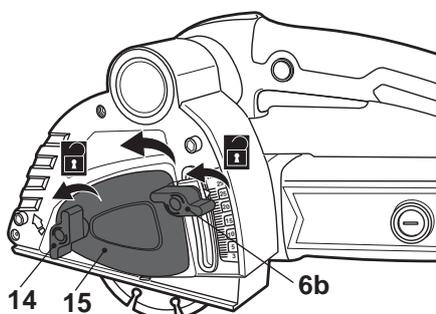

Fig. 1
- > Ouvrez le cache [15] en le tournant dans le sens antihoraire (Fig. 1).